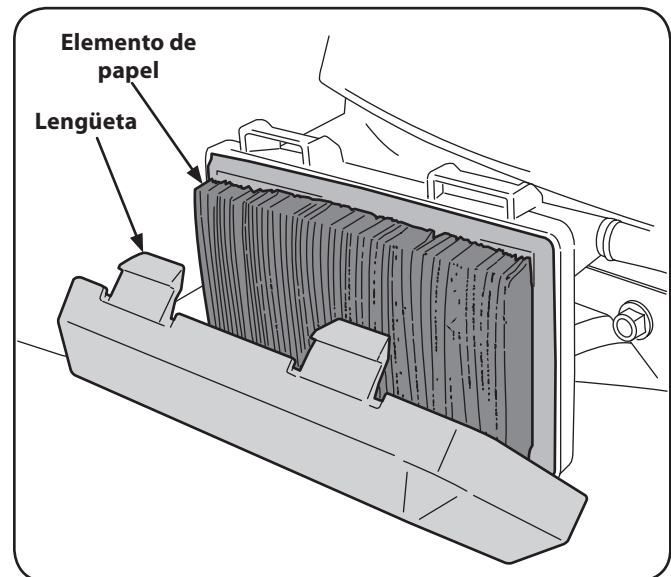

Figura 6-2
1. Presione las lengüetas de fijación de la cubierta del filtro de aire. Tire hacia atrás y retire la cubierta. Vea la Figura 6-2.